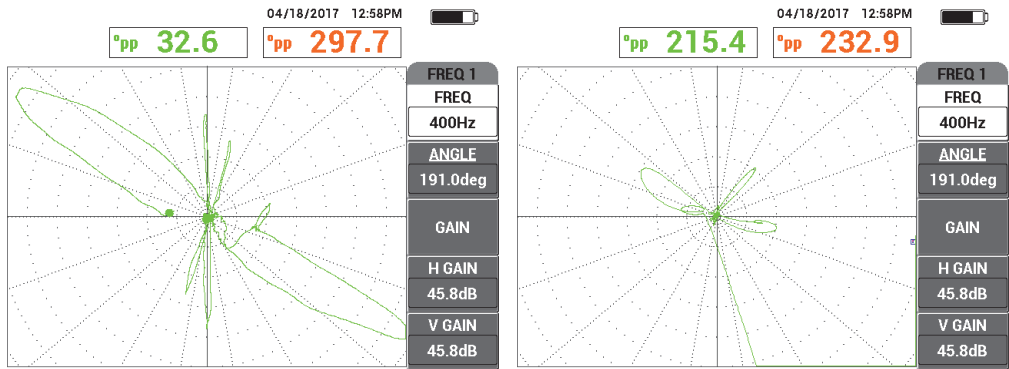

Abbildung 5-196 Langsames Prüfen (optimales Signal, *links*) und schnelles Prüfen (Signalverlust, *rechts*)
7. Prüfen Sie langsam die gesamte Länge des Rohrs und drücken Sie die Direktzugriffstaste FREEZE (❄), wenn Sie fertig sind (siehe Abbildung 5-196 auf Seite 285).